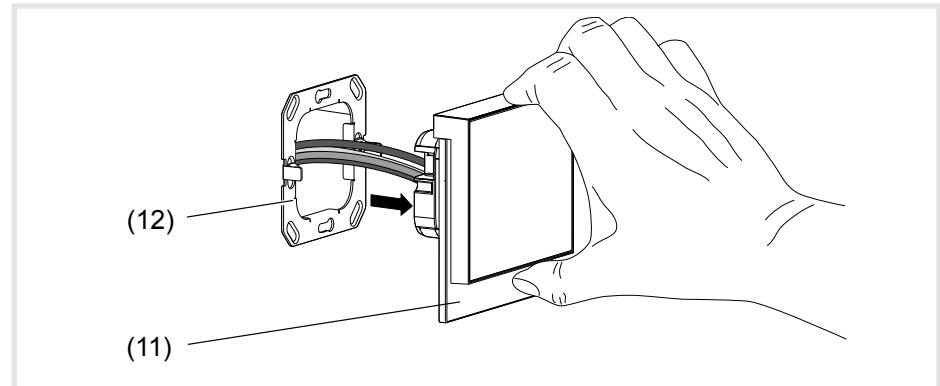

Figura 12: smontaggio
- Estrarre l'apparecchio dalla scatola da incasso (figura 12). La forza di tenuta delle molle di serraggio (16) deve essere superata.
- Premere leggermente verso l'interno gli elementi di fissaggio per la cornice design (15) ed estrarre la cornice design.